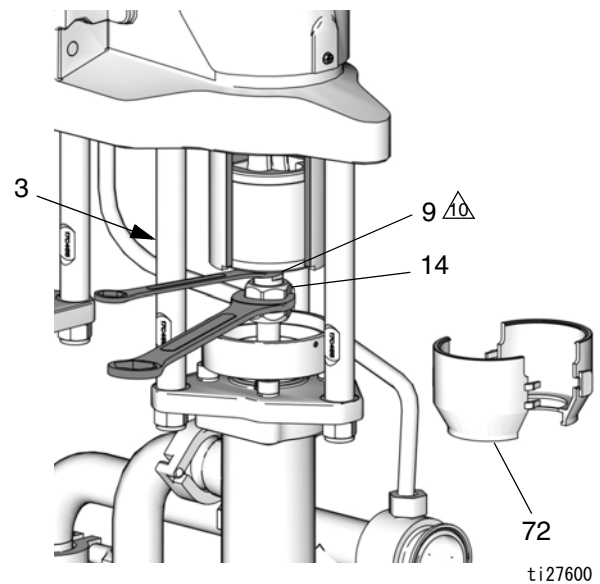

図 5. 結合ナットの取り外し
2. モーターを軽く揺らして修理された側の下部をそのストロークの下端に移動します。これにより結合ナット (14) へのアクセスが可能になります。
4. シールド型下部付きポンプ：ドライバーをスロットに真っすぐに挿入し、それをレバーとして使用してタブを解放することで、2 ピースのシールド (72, 図 5 参照) を取り外します。すべてのタブで手順を繰り返します。ドライバーを使用してシールドをこじ開けることはしないでください。
5. 図 5 を参照してください。スライダーピストン (9) 平面部 (結合ナットの直ぐ上) に 3/4 インチレンチを置いて、結合ナット (14) を緩める際に、スライダーピストン / 結合ロッドが回転するのを防ぎます。レンチをタイロッド (3) に寄り掛かる方向に向けます。スライダーピストン / 結合ロッドに過剰な力を加えると、下部のピンのベアリングの寿命を縮めるおそれがあります。
6. 1-5/8 インチオープンエンドレンチを使用して、スライダーピストン (9) からカップリングナット (14) を緩めて外し、ポンプピストンロッド上に、それを下にスライドさせます。カラー (13) を失くさないように気を付けてください。